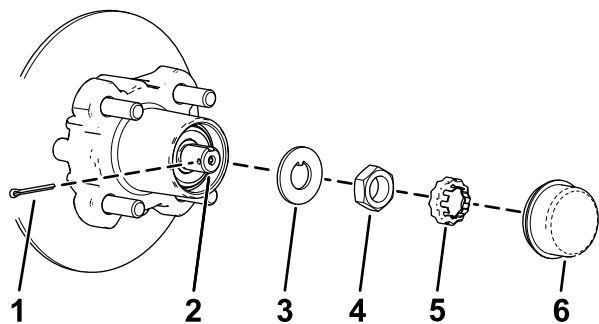
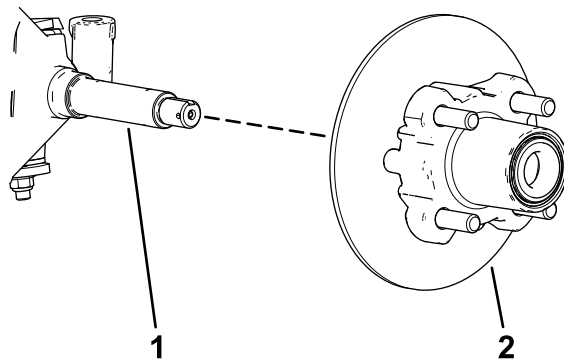

Figure 37
Figure 38
4. Déposez le couvre-moyeu du moyeu (Figure 37).
5. Retirez la goupille fendue et l'arrêt d'écrou de la fusée et de son écrou (Figure 37).
6. Retirez l'écrou de la fusée et déposez l'ensemble moyeu et disque de la fusée (Figure 37 et Figure 38).